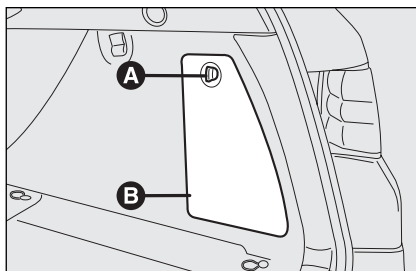

fig. 130
- ☐ tourner la poignée **A-fig. 130** et ouvrir le volet **B** placé sur le côté droit du coffre à bagages;